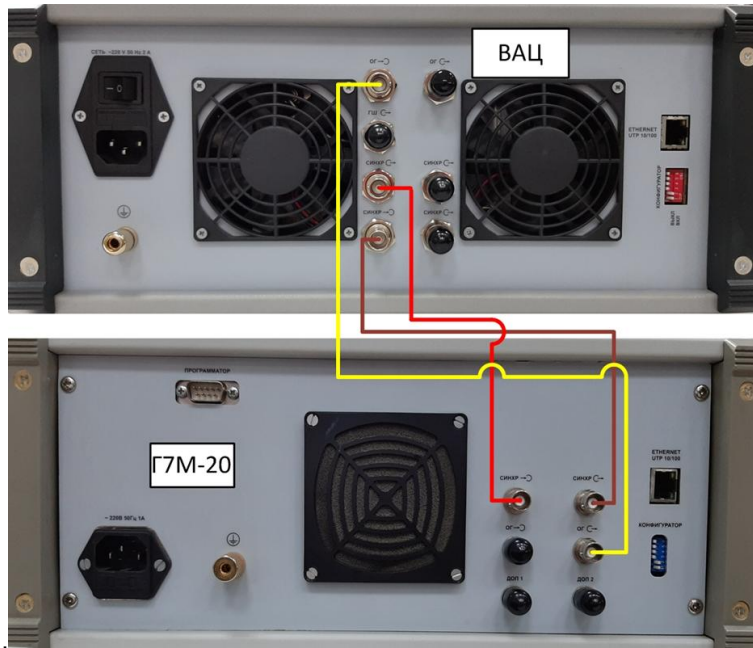

Рис. 18. Подключение синхронизации ВАЦ и гетеродина
5. Настройте синхронизацию. Для этого на задней панели ВАЦ P4226 и синтезатора частот Г7М соедините входы и выходы синхронизации. Соедините выход опорного генератора Г7М и вход опорного генератора ВАЦ (рис. 18);